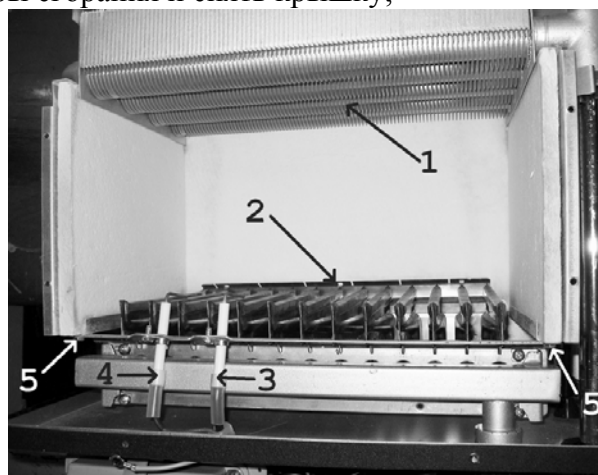

Рис. 8
- ✓ вывернуть саморезы крепления свечи электророзжига и ионизационного датчика. Вынуть свечу 3 (см. рис. 8) и ионизационный датчик 4 из переднего кронштейна горелки;